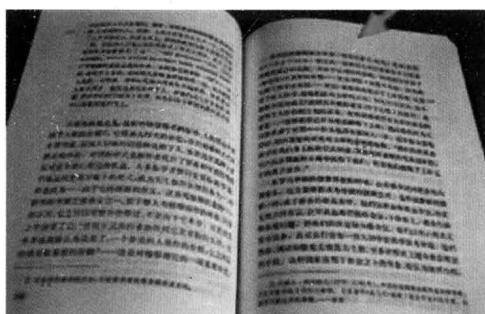

图 1-12 天头
(7) 天头 版心上边沿至成品边沿的空白区域 (图 1-12)。